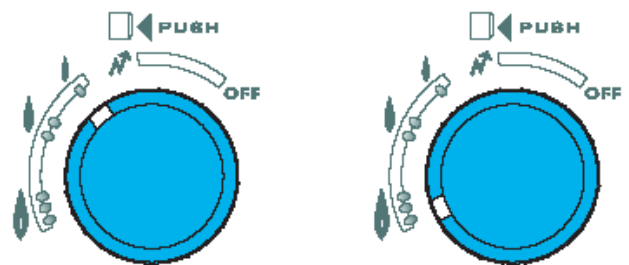

Рис. 11
- Цей водонагрівальний апарат з автоматичним регулюванням потужності обладнаний системою, що дозволяє користувачеві встановити обмеження максимальної потужності. Для цього встановіть регулятор **23** у положення між позначками  й  (рис. 11).